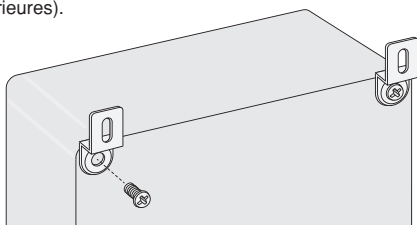

Figure 6 - Fixation du boîtier
1. Fixer les supports de montage à l'arrière du boîtier au moyen des quatre vis fournies (figure 6).